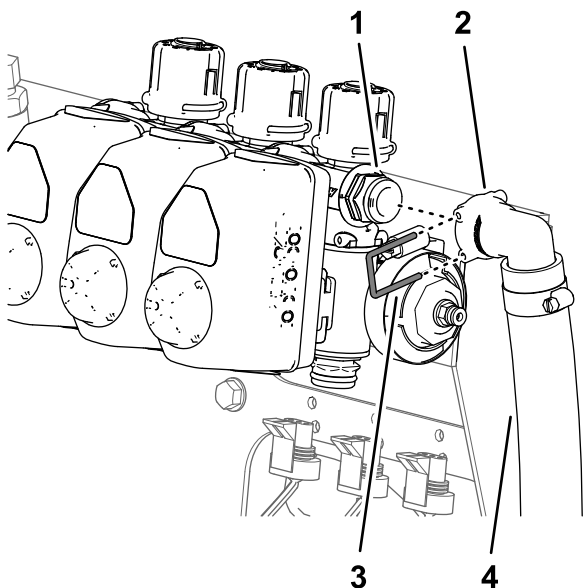

図 59
- オプションのスプレースティックキットや電動ホースリールを搭載していない車両バイパスホースのクイックディスコネクトフィッティングを右ブーム用バイパスバルブのクイックディスコネクトフィッティングに固定している小さいリテーナを外す 図 59。